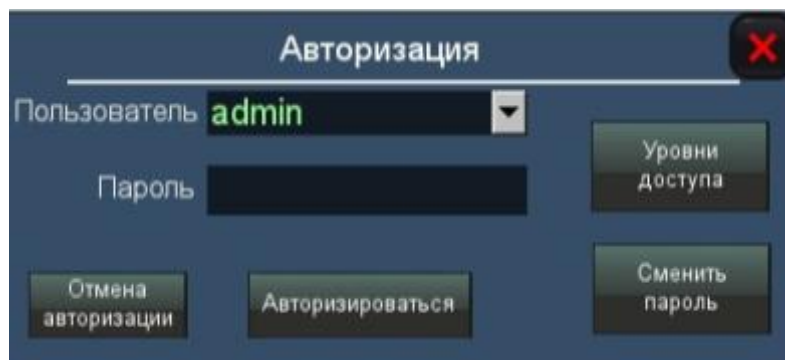
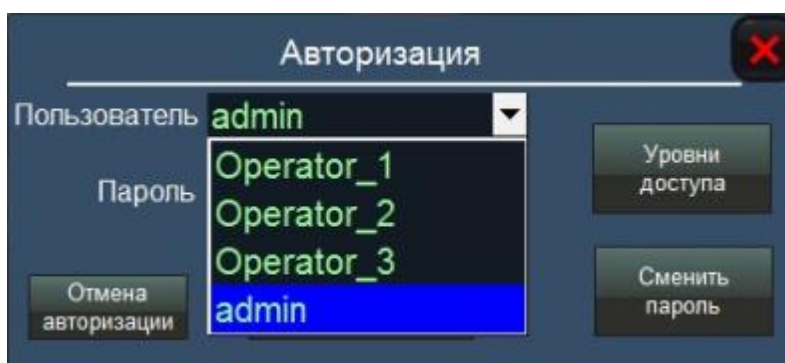
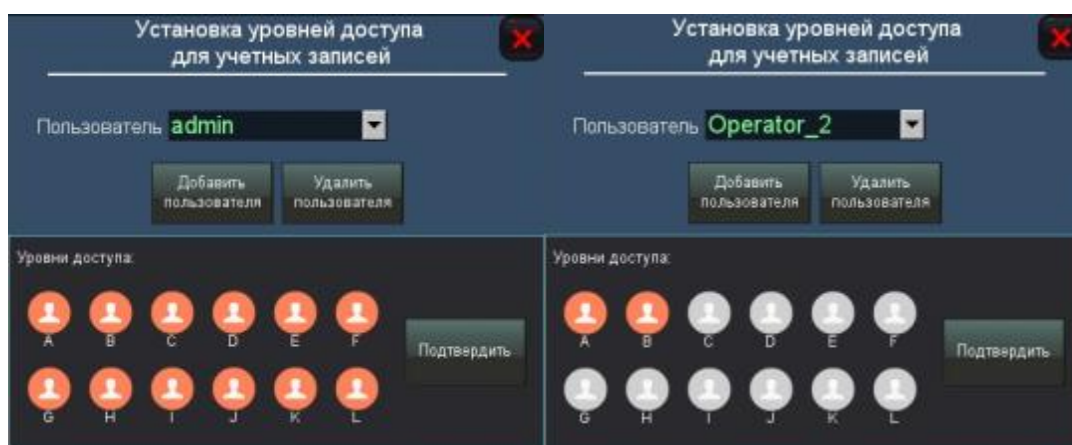

Рисунок 28 – Окно авторизации
Рисунок 29 – Выбор пользователя
Рисунок 35 – Уровни доступа учётных записей (пример)
2.3.3.1 После нажатия кнопки «Авторизация» в главном меню, появится окно «Авторизация» (рисунок 28). Из раскрывающегося списка «Пользователь» (рисунок 29) нужно выбрать имя пользователя, а в поле «Пароль» ввести пароль от выбранной учётной записи, при однократном нажатии в поле ввода пароля (рисунок 30) появится клавиатура ввода (рисунок 31). После ввода пароля необходимо нажать на клавиатуре клавишу «Enter», при этом окно клавиатуры исчезнет с экрана, затем в окне авторизации нажав на кнопку «Авторизация», система просканировав введённые данные, выдаст соответствующее сообщение (например «Выполнено») (рисунок 32).
2.3.3.2 В случае если требуется отменить авторизацию или войти под другой учётной записью, необходимо вернуться в окно основного экрана (рисунки 19-22), нажать кнопку «Авторизация» и в окне авторизации (рисунок 28) нажать на кнопку «Отмена авторизации», при этом любая авторизация будет отменена и на окне «Авторизации» появится сообщение «Выполнено» (рисунок 32).
2.3.3.4 Для присвоения уровня доступа учётной записи, необходимо, в окне основного экрана нажать на кнопку «Авторизация» и появится окно рисунок 28 (при этом заранее авторизоваться согласно 2.3.3.1, под учётной записью «admin»). В появившемся окне нажать кнопку «Уровни доступа» и появится окно «Установка уровней доступа для учётных записей» рисунок 35, в котором из раскрывающегося списка можно выбрать существующую учётную запись и в нижней части окна отображается область «Уровни доступа», в которой видно уже заданные уровни доступа выбранной учётной записи, для изменения уровня достаточно нажать на требуемую иконку (от А до L) и тем самым разрешить или отключить требуемый уровень доступа. Когда уровень активен, он окрашивается в оранжевый цвет, когда неактивен, то в серый цвет (рисунок 35). После ввода требуемых параметров необходимо нажать кнопку подтвердить.